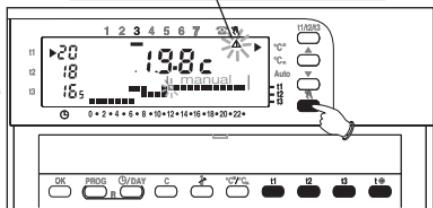

Fig. 34
- Pulsar brevemente la tecla ☀ : aparece el indicador ▲ , parpadeante, con el símbolo ☀ y el nivel de temperatura actual se le aplica a las demás horas del día (fig.34).